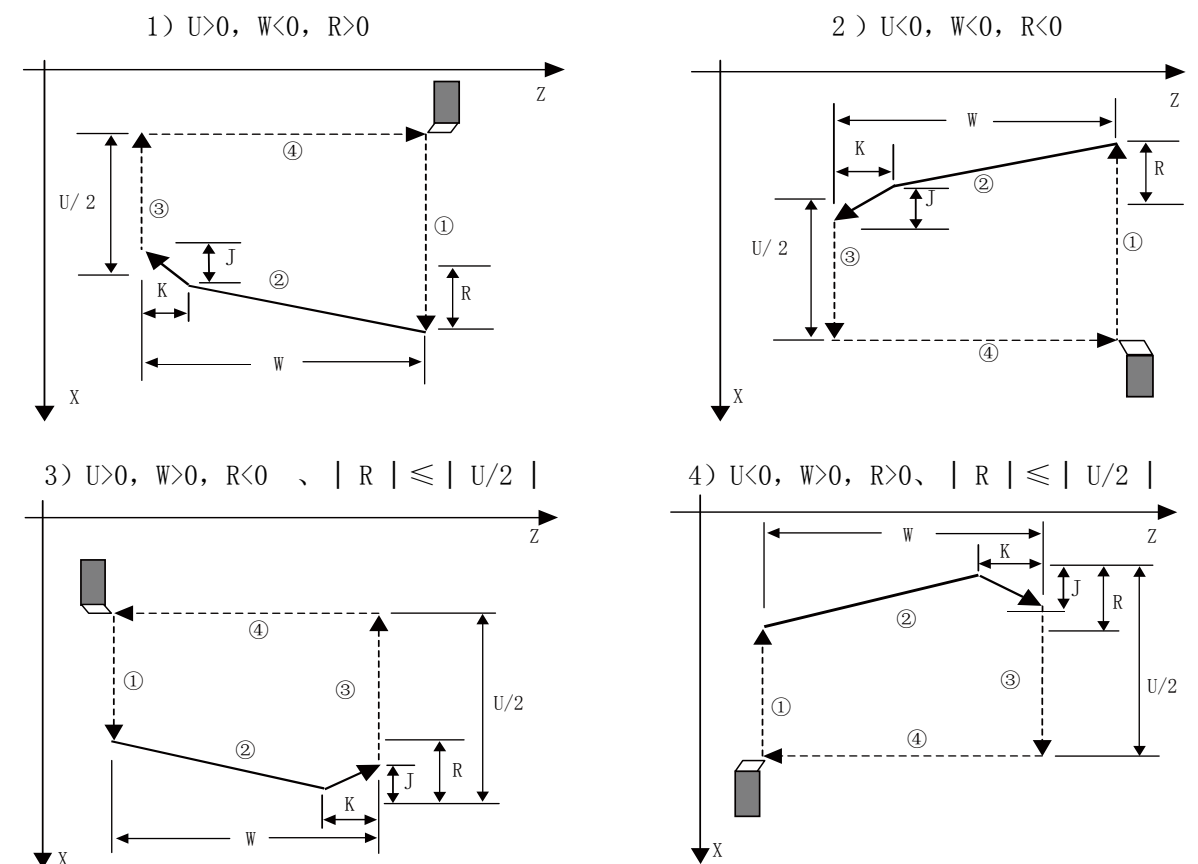

图 3-46
- U、W 的符号决定了 A→C→D→E 的方向，R(i) 的符号决定了 C→D 的方向。U、W 的符号有四种组合方式，对应四种加工轨迹，见图 3-46。